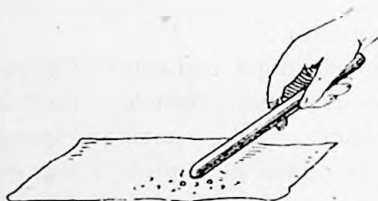

Fig. 14.
**Electrizarea prin frecare. Experiență.** — Frecăm un baston de sticlă cu o bucată de flanelă sau cu o blană de pisică și-l apropiem de niște bucățele mici de hârtie (fig. 14). Vom vedea că acestea sunt atrase de baston. Bastonul de sticlă poate să atragă prin frecare și alte corpuri ușoare: bobite de măduvă de soc, fulgi, fire de păr, et. Putem